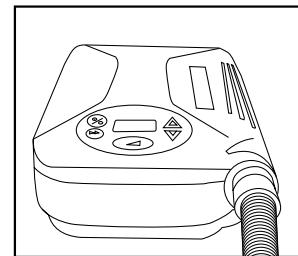

Figura 6
- Collegare il tubo da 6 piedi (2 m) di lunghezza e da 22 mm di diametro all'estremità d'uscita sulla parte frontale dell'unità. **Figura 6**. Questa è la parte da cui viene fornita l'aria CPAP.